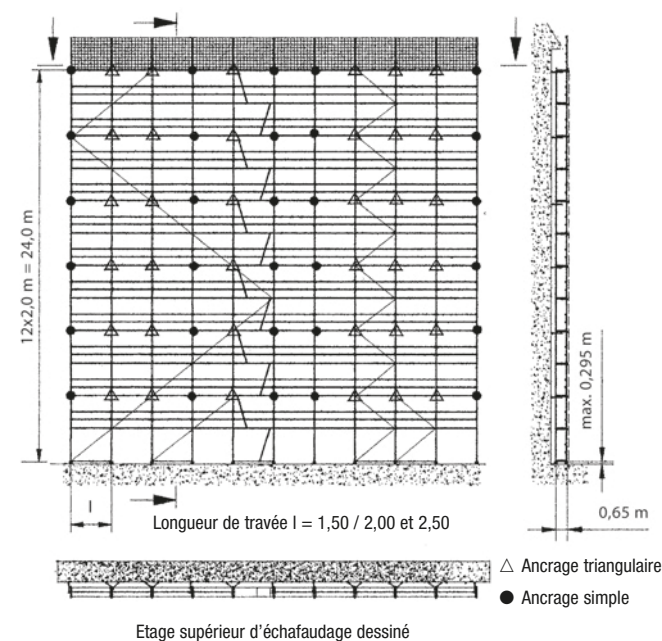

Figure 19
- Montage ultérieur comme représenté à la figure 19 (y compris filets)